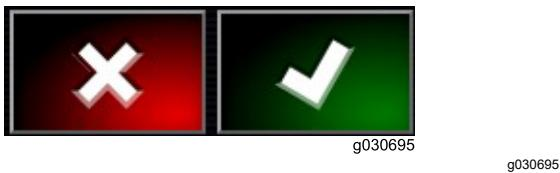

Figura 11
Estos botones se utilizan para cancelar o confirmar una entrada o una selección. Debe seleccionar uno de estos botones para avanzar desde cualquier pantalla que los muestre (Figura 11).
- Confirme la pantalla nueva (Figura 11).